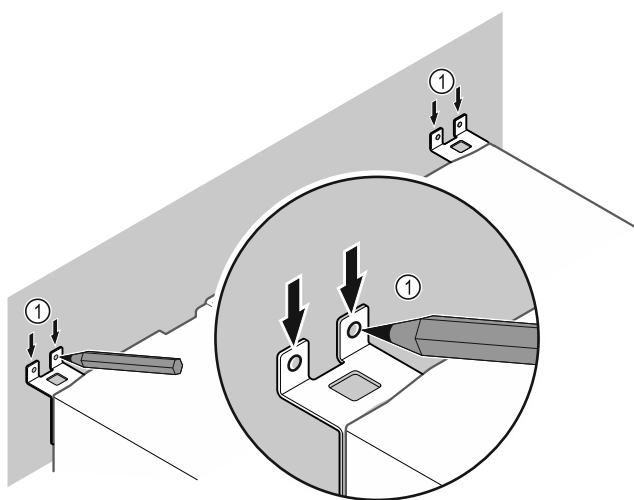

Fig. 11
- ▶ Sett merker på veggen Fig. 11 (1).